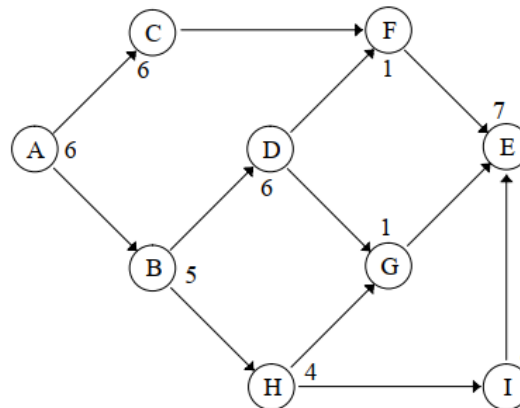

Figura 2- Grafo de precedência.
- A Figura 2 ilustra um grafo de precedência com 9 tarefas com tempos de processamento variando entre 1 e 7 unidades de tempo. Em relação às restrições de precedência, veja, por exemplo, que a Tarefa H, para ser processada, exige que Tarefas B (predecessor direto) e A (predecessor indireto) sejam processadas anteriormente. Por outro lado, a Tarefa H deve ser concluída antes que seus sucessores diretos (G e I) e sucessor indireto (E) possam ser iniciados. A função objetivo (FO) deste problema baseia-se em minimizar o tempo de ciclo (z), para um